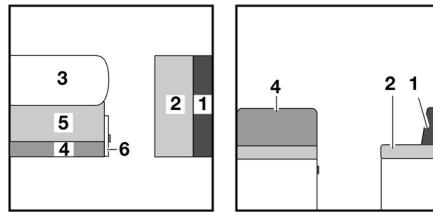

Bild 159 Vor dem Umbau
- Tisch (Bild 159,3) vergrößern und zum Bettunterbau umbauen (siehe Abschnitt 7.9).
- Griff ziehen und Klappe (Bild 159,6) öffnen.